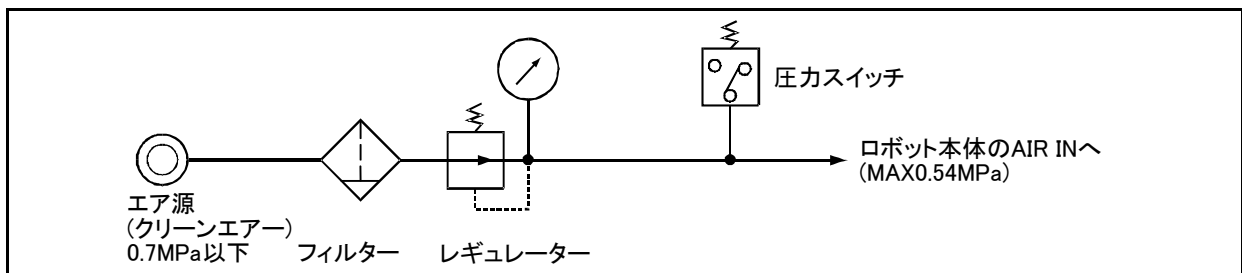
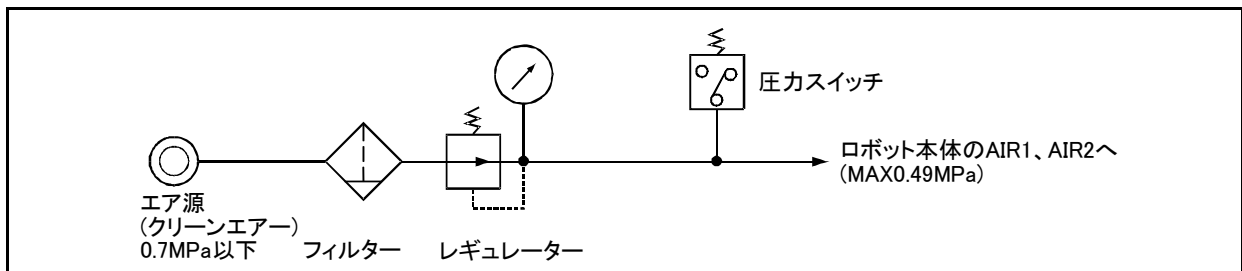

図 2-42 : ハンド用エア供給回路例 (RV-4F/7F/13F シリーズ)
図 2-43 : ハンド用エア供給回路例 (RV-35F/50F/70F シリーズ)
- 2) 工場エア圧低下時には、ハンドのクランプ力低下などによって実際の作業に支障をきたす恐れがあります。その防止策として、RV-4F/7F/13F シリーズは図 2-42、RV-35F/50F/70F シリーズは図 2-43 に示すようにエア源に圧力スイッチを取付け圧力低下時にはロボットが停止するような回路にご使用ください。圧力スイッチでも支障のある場合は、機械的ロック式ハンド、バネ圧によってクランプするハンドをご使用ください。